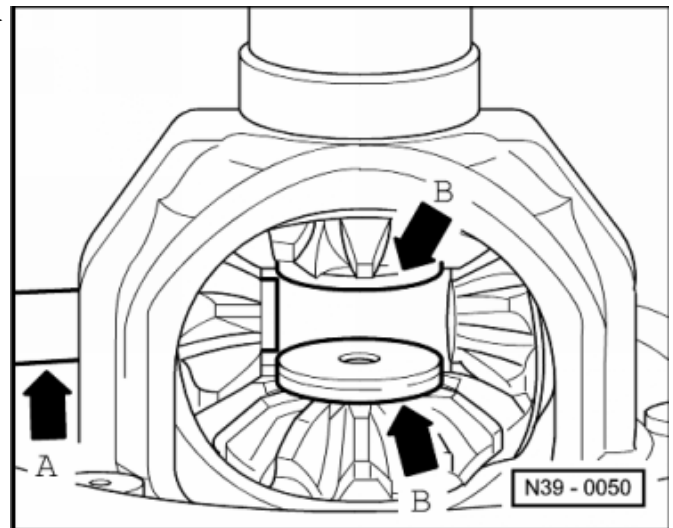

Abb. 14: Einbaulage der Anlaufscheibe für den Kegelring -1-
- ☐ Einbaulage ⇒ Abb. 14 in **39-2** Seite 8